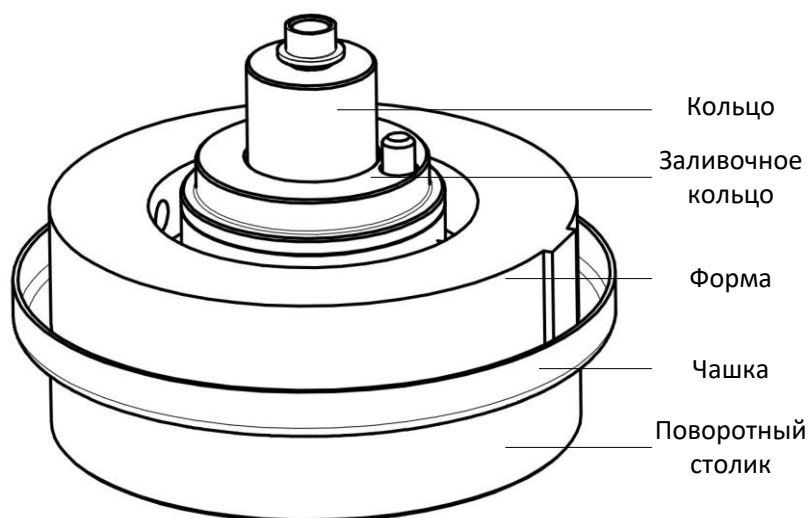

Рисунок 8 – Заливка образца
4.4.3 Установить форму в сборе с кольцом и заливочным кольцом1 на чашку, а затем в центр поворотного столика (см. рис. 8).
4.4.4 Измерить и записать массу формы в сборе (см. рис. 8) с точностью до 0,1г.